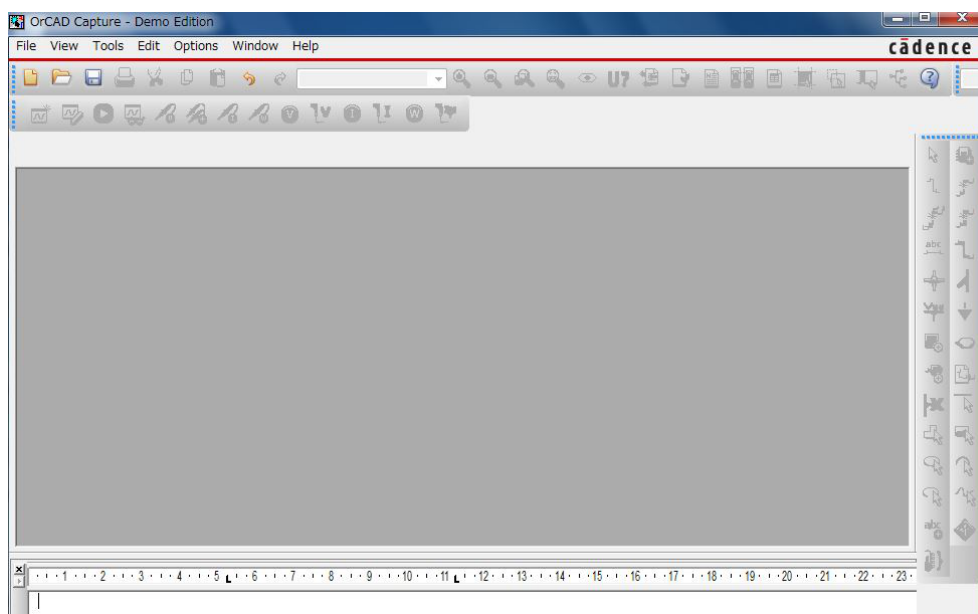

図 1 SPICE の初期画面 (注: SPICE のバージョンによって多少指導書の図と画面と異なる場合があるが基本は同じである。
- Windows のメニューから **OrCAD Capture** をクリック。前ページの図 1 のウィンドが現れる。